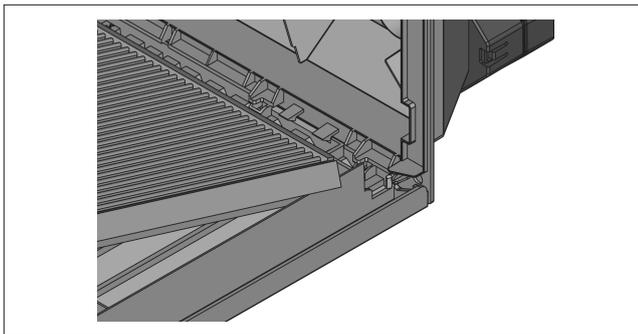

図14: サイドフラップの配置
- プラスチックルーバーを解錠するには、機能ロゴ（ロゴ付きノブ）を上から押してください（図14を参照）。
- プラスチックルーバーを解錠するには、機能ロゴ (ロゴ付きノブ) を上から押してください (図14を参照)。